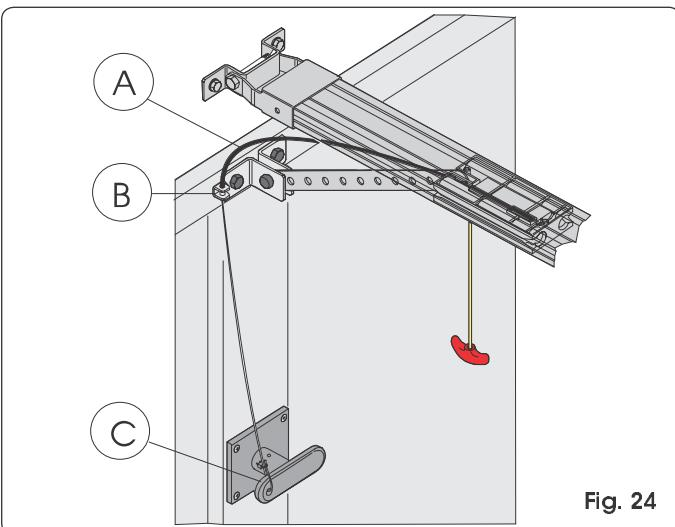

Fig. 24
- Tagliare a misura la guaina del cavo (Fig. 24 rif. A).
- Infilare il cavo nella guaina e farlo passare nell'apposito occhiello dell'attacco sulla porta (Fig. 24 rif. B).
- Tagliare a misura il cavo ed assemblarlo con la leva interna della maniglia di sblocco (Fig. 24 rif. C).